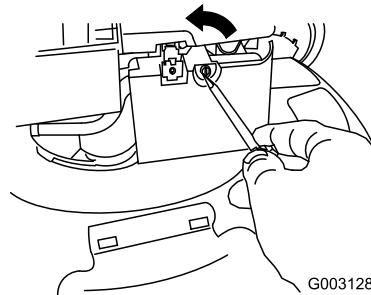

Bild 32
- Öffnen Sie die Luftfilterabdeckung mit einem Schraubenzieher (Bild 32).